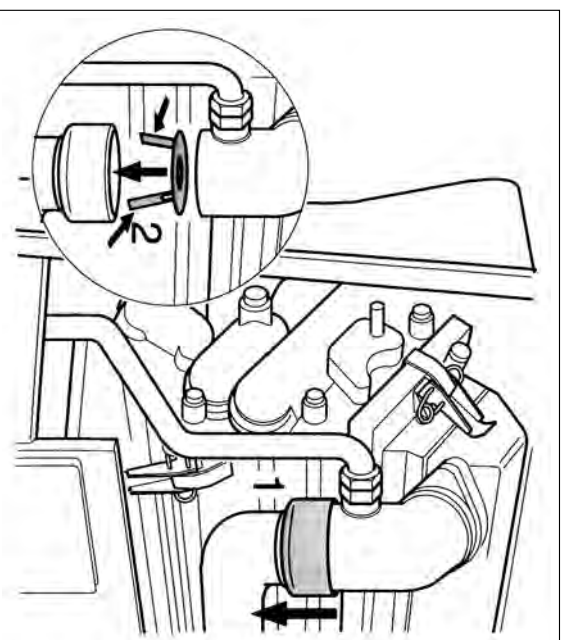

Fig. 26
- Togliere il manicotto in gomma dal collettore di miscelazione (Fig. 26, pos. 1).
- Rimuovere il diaframma dell'aria (Fig. 26, pos. 2).